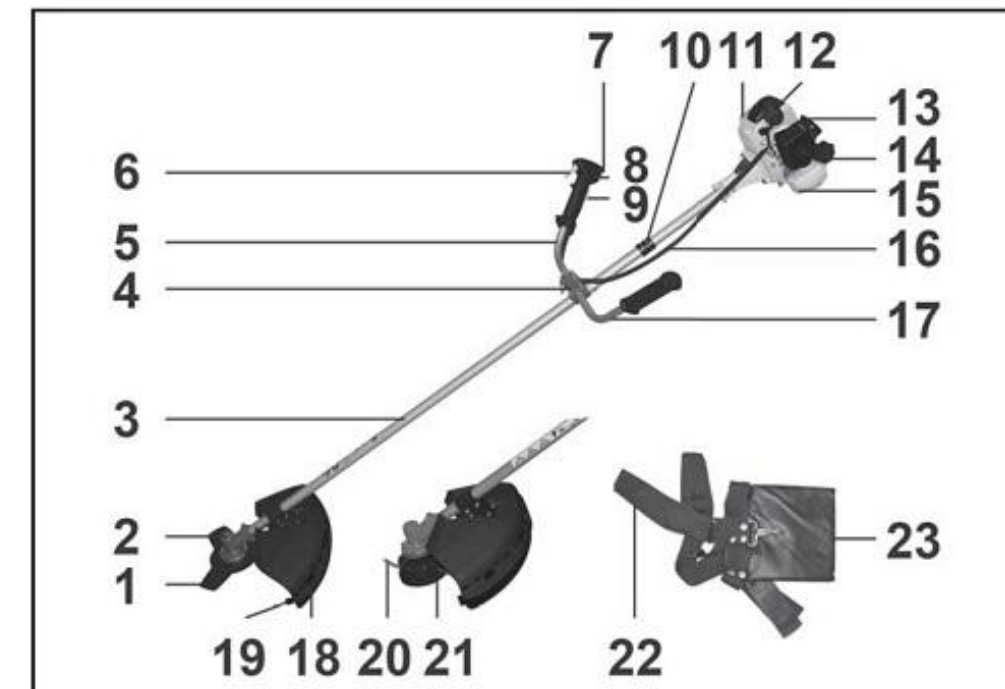

Рис. 2
## 5. УСТРОЙСТВО ТРИММЕРА (Рис. 2)
6.2.3. При установке обратите внимание на правильное направление обеих рукояток и убедитесь, что ваши руки будут в удобном положении при работе, Рис. 2.